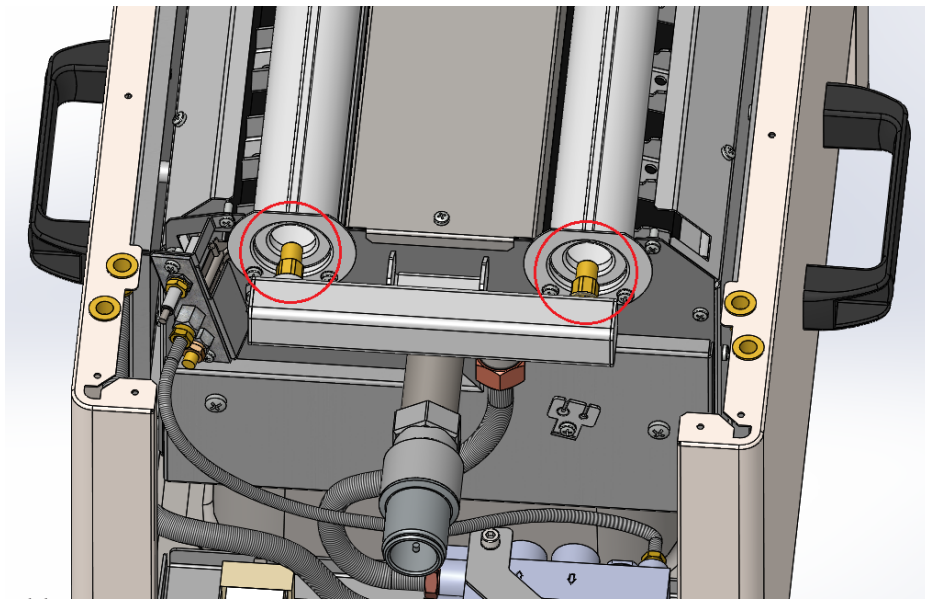

Abb. 1
- 2) Entfernen Sie die Düsen der Hauptbrenner mit einem Schraubenschlüssel der Größe 12 und ersetzen Sie diese gemäß Tabelle (Abb. 1).